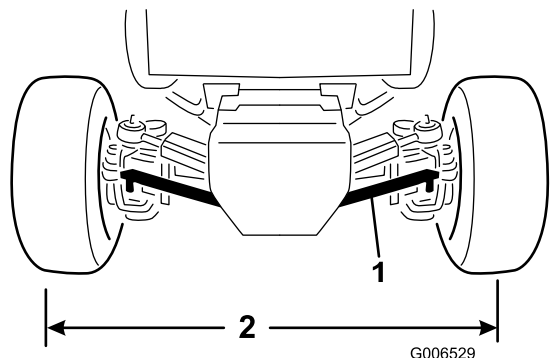

Bild 65
1. Entfernen Sie die Splinte und Kronenmuttern ab, mit denen das Kugelgelenk der Zugstange an der Befestigungshalterung an der Achse befestigt ist. Entfernen Sie das Kugellager von der Achse (Bild 65).
3. Drehen Sie das Kugelgelenk der Spurstange, bis der Abstand von Mitte zu Mitte an der Vorder- und der Rückseite der Hinterräder gleich ist (Bild 65).